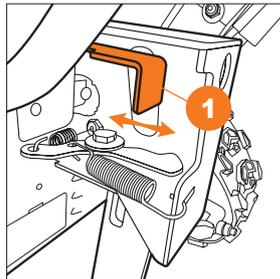

Рис. 23
Для включения транспортировочного режима и блокировки гусениц, нажмите на скобу ① в сторону корпуса снегоуборщика. Для отключения транспортировочного режима и разблокировки гусениц, потяните металлическую скобу ① на себя (Рис. 23).